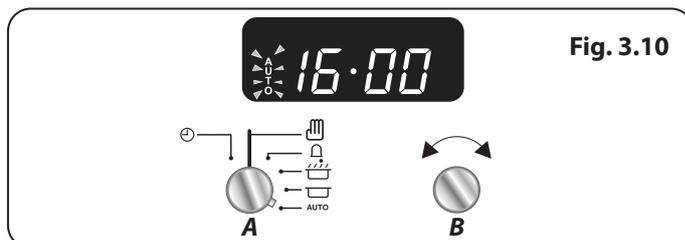

Fig. 3.10
6. Lorsque le programme démarre, le symbole de cuisson apparaît à l'écran. Une fois la durée écoulée, une alarme retentit et le four cesse de fonctionner. Le symbole de Cuisson disparaît et le mot **AUTO** clignote (**Fig. 3.10**).